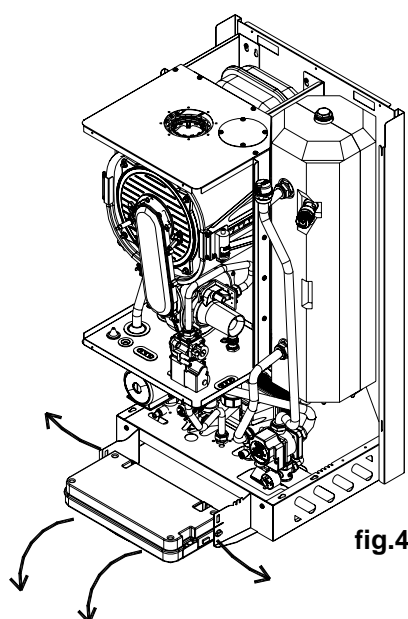

fig.4
- saisir simultanément les équerres du tableau de commande (fig.4) et en les écartant, ouvrir le panneau en le faisant tourner vers le bas